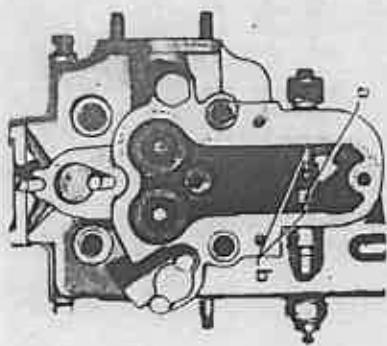

Fig. B 3
- À l'aide d'un chasse-goujille, chasser la gouille (a fig. B 3) de fixation de l'en-grenage de commande de décompression.
- Using a punch, drive out the pin (a fig. B 3) fixing the decompression control gear.